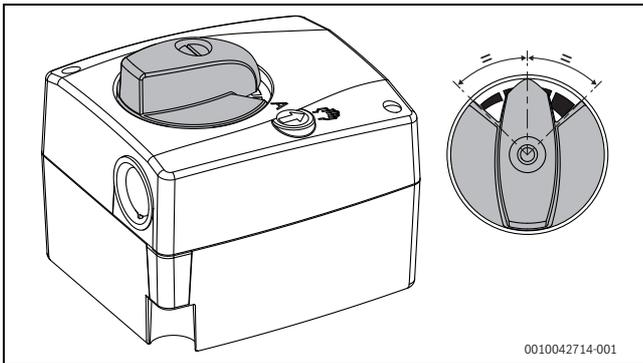

Fig. 33 Interrupteur rotatif du servomoteur de vanne mélangeuse au milieu
- ▶ Régler l'interrupteur rotatif de réglage de la vanne mélangeuse (→ fig. 33) au milieu.
- ▶ Régler le nouveau moteur sur mode manuel et le mettre au milieu à l'aide de l'interrupteur rotatif (→ fig. 33).